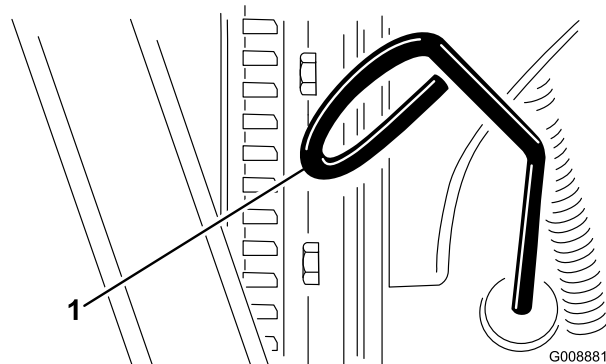

Bild 68
3. Nehmen Sie den Peilstab (Bild 68) heraus und wischen Sie ihn mit einem sauberen Lappen ab.